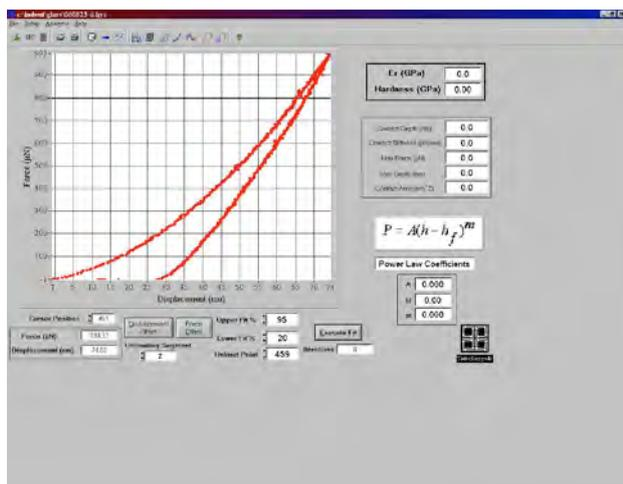

図 22
- 表示されているデータは 1000 ポイント(デフォルトのデータの数が 1000 ポイント)である。(図 22)このままでは低荷重になるほどデータポイントがばらつくため、平均化することができる。Date analysis 画面上の File→Edit File→constants を選択する。